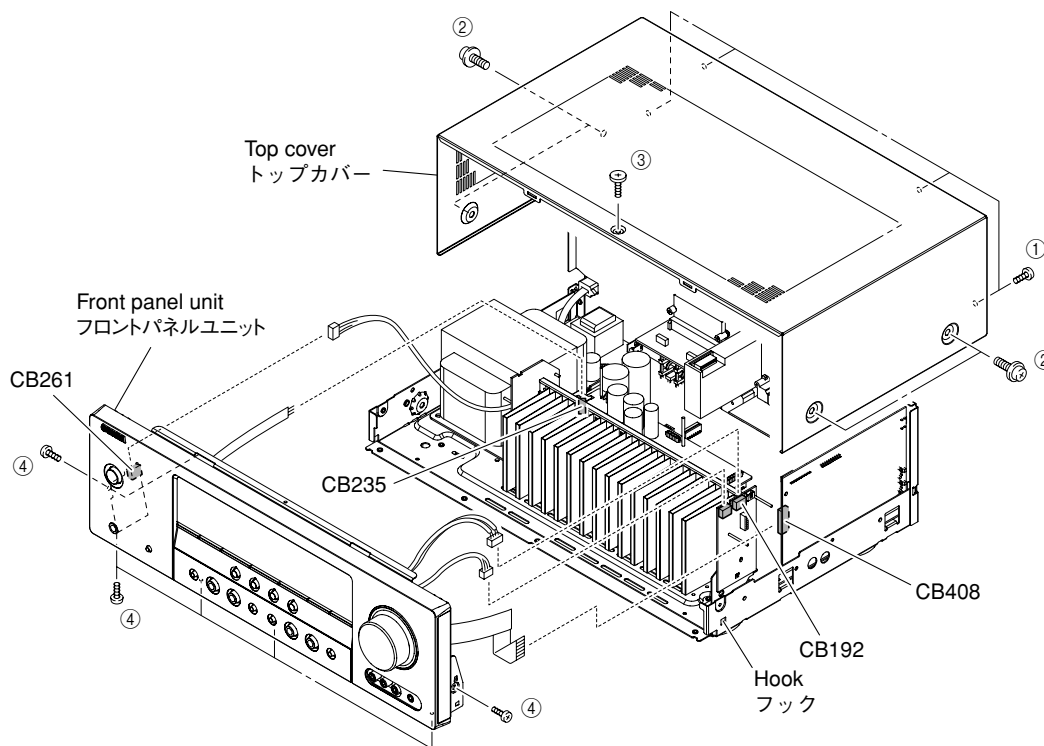

Fig. 1
- Remove 4 screws (①), 4 screws (②) and 1 screw (③). (Fig. 1)
- Slide the top cover rearward to remove it. (Fig. 1)
- ①のネジ4本、②のネジ4本、③のネジ1本を外します。(Fig. 1)
- トップカバーを後方へスライドさせ、取り外します。(Fig. 1)
- Remove 6 screws (④). (Fig. 1)
- Remove CB192, CB235, CB261 and CB408. (Fig. 1)
- Remove hook and then remove the front panel unit. (Fig. 1)
- ④のネジ6本を外します。(Fig. 1)
- CB192、CB235、CB261、CB408を外します。(Fig. 1)
- フック1ヶ所を外し、フロントパネルユニットを取り外します。(Fig. 1)